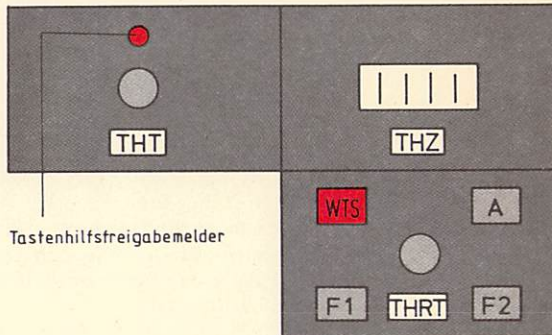

Bild 54
- (2) Eingeschaltete Nahstellbetriebe müssen zurückgegeben werden. Die Rückgabe ist mündlich anzufordern; die Anforderungstaste darf nicht bedient werden. Ist die Störung auch damit nicht beseitigt, ist, außer bei einer Gruppentastenstörung, die Tastenhilfsfreigabe anzuschalten. Danach sind Bedienungshandlungen eingeschränkt möglich. Der Nahstellbetrieb darf nicht mehr eingeschaltet werden.
- (3) Die Tastenhilfsfreigabe wird durch Bedienen der Tastenhilfsfreigabetaste und der Bahnhofstaste angeschaltet; der Tastenhilfsfreigabemelder leuchtet rot (vgl. Bild 54).